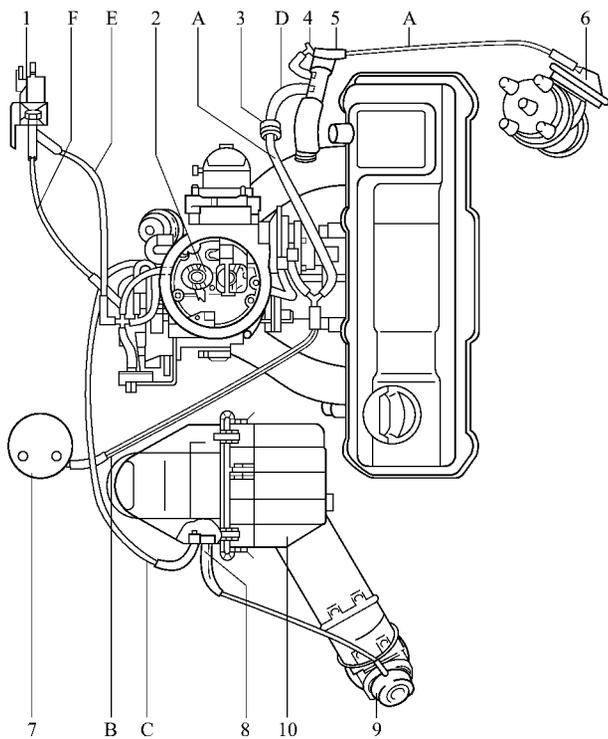

图 5 - 36 捷达轿车发动机真空管路
(9) 真空管路的连接 化油器真空管路接头比较多,在安装时注意不要接错,真空管路安装位置如图 5 - 36 所示。